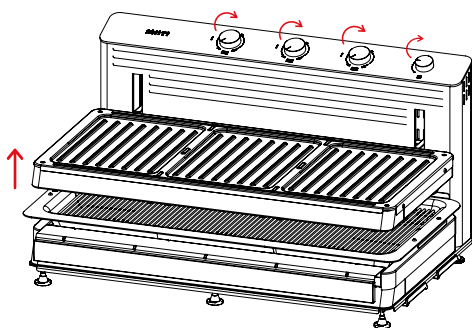
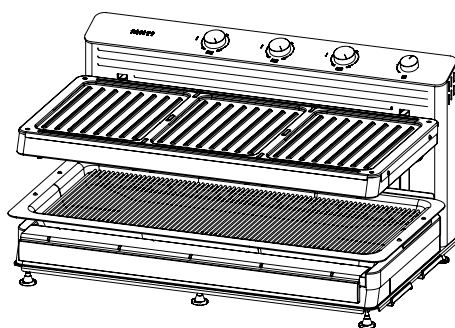

Figura 17
Figura 18
- Impostare gli interruttori di accensione/spegnimento sul retro del prodotto sulla posizione (I). Nel modello MiiTi 09, il primo interruttore deve essere sempre acceso.
- Per spostare la camera di cottura regolabile, ruotare la manopola di regolazione della distanza in senso orario per portare la parte superiore all'altezza massima. (Figura 17 - Figura 18).
- Impostare i regolatori di potenza sulla posizione 100, lasciare funzionare l'apparecchio a vuoto per circa 30 minuti, quindi spegnerlo. In questo modo, i residui e i depositi rimasti all'interno dell'apparecchio durante la produzione vengono bruciati e rimossi. Durante questo processo, gli elementi riscaldanti dell'apparecchio possono causare odori e fumo. Per evitare odori e fumo, aerare adeguatamente la stanza. (Figura 18).